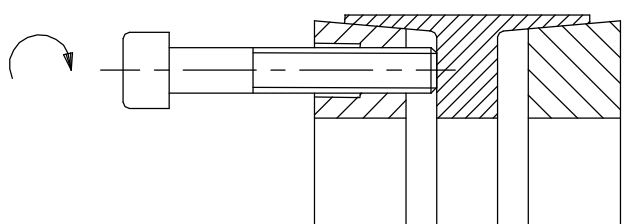

Bild 3: Fixieren des vorderen Druckringes
- Die Spannschrauben leicht lösen. Zur Erleichterung der Montage mittels 2 Spannschrauben den vorderen und hinteren Druckring über die jeweiligen Abdrückgewinde fixieren (siehe Bild 3 und 4). Spannsatz KTR 400 zwischen Welle und Nabe einsetzen.